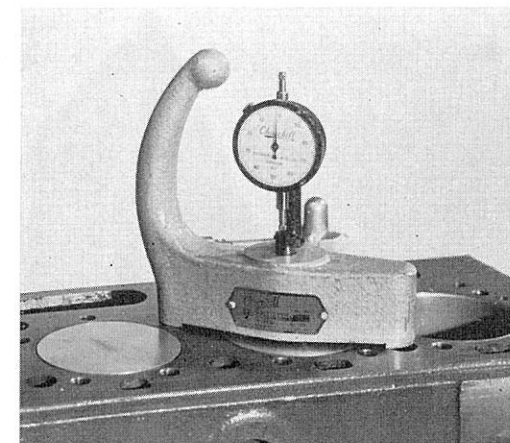

Fig. F5.
REMARQUE : Avant le montage d'un piston neuf, il est nécessaire de retoucher le haut du piston pour obtenir un retrait de 0 à 0,127 mm par rapport à la face supérieure du bloc-cylindres, le piston étant au point mort haut (Fig. F5). Toutefois, pour obtenir le meilleur rendement, la distance doit être maintenue entre 0 et 0,05 mm. Cette opération doit être effectuée comme suit :
- tourner le vilebrequin jusqu'à ce que le piston soit au point mort haut, et mesurer la distance entre la face supérieure du bloc et la tête du piston (Fig. F5) (outil PD 41 A).